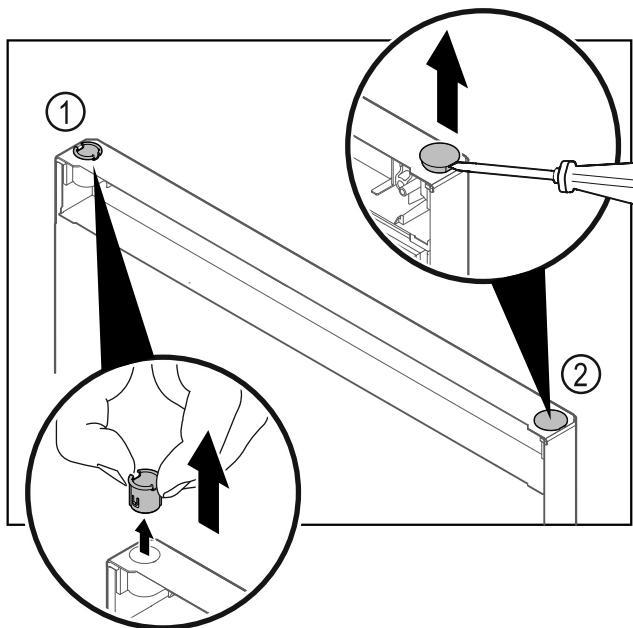

Fig. 35 Vrata zamrzivača
- ▶ Izvucite čahuru šarke Fig. 35 (1) prstima.
- ▶ Odvijačem s ravnom glavom oprezno podignite čep Fig. 35 (2) i izvadite ga.